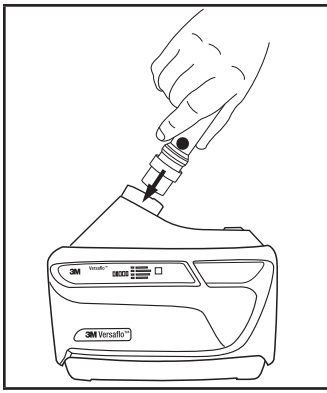

Fig. 14-1 – Conexión del indicador de flujo de aire
- Inserte el indicador de flujo de aire TR-971 en la salida de la unidad de motor/ventilador TR-800. Si el tubo de respiración está en su lugar debe quitarlo para permitir la inserción del indicador de flujo de aire (Fig. 14-1).